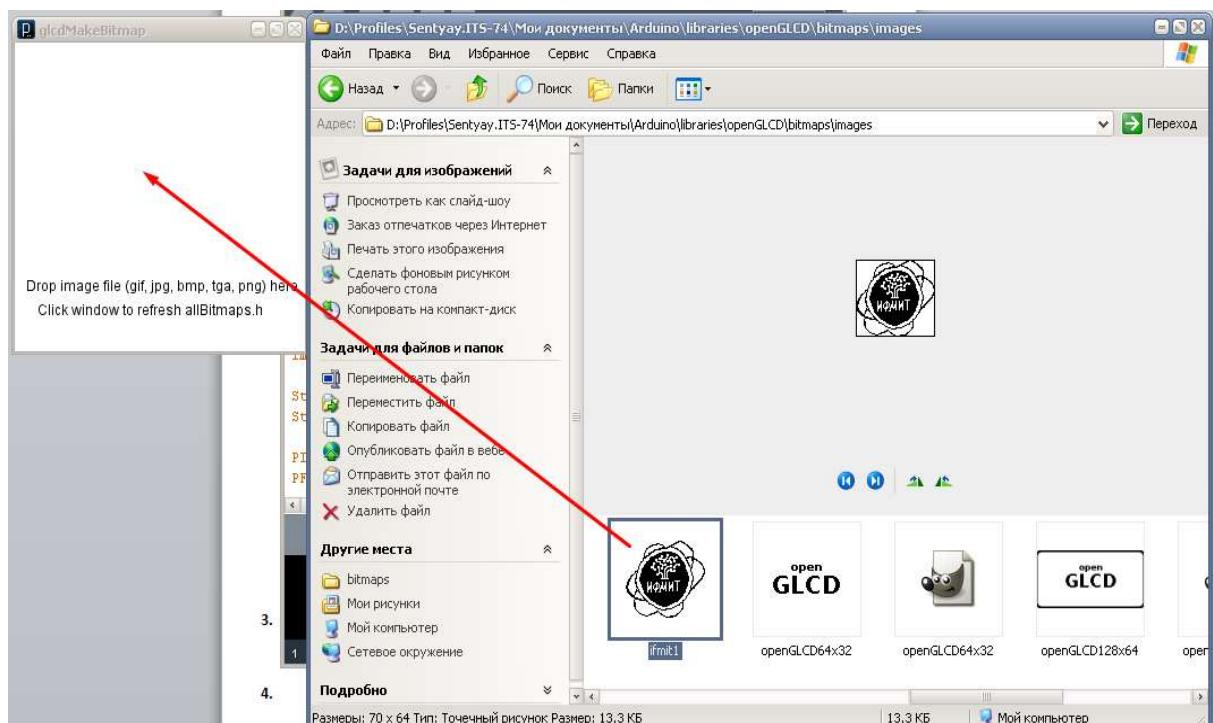

Рис. 6.3. Перемещение рисунка в окно программы *glcdMakeBitmap*
3. Далее требуется перетащить в окно программы подготовленный рисунок (рис. 6.3).